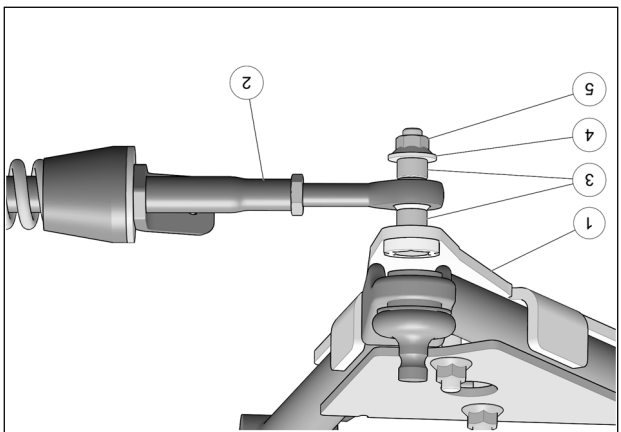

Fig. 14
7. Fixer le bras stabilisateur (2) au boulon déjà installé sur l'ancrage de suspension (1) à l'aide des deux espaces (3), de la rondelle (4) et de l'écrou autobloquant (5). Serrer à un couple de 70 N•m [52 lb•pi]. Voir la Fig. 14